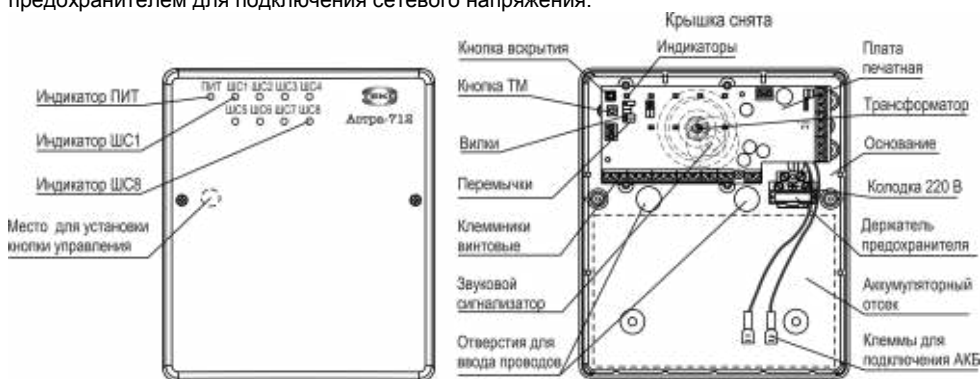

Рисунок 1
7.1 Конструктивно прибор выполнен в виде блока со съемной крышкой (рисунок 1). Внутри блока установлена печатная плата с радиоэлементами, сетевой трансформатор и колодка для подключения сетевого напряжения.